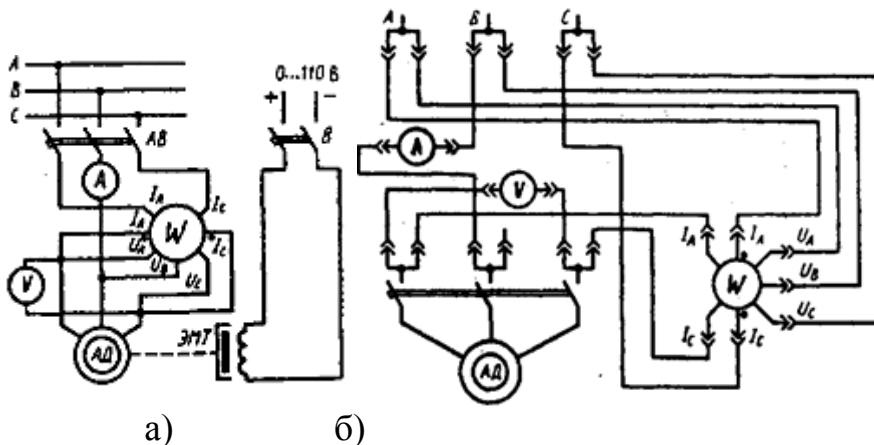

Рисунок 2 – Электрические схемы
2. Собрать электрическую цепь (рисунок 2 а) для снятия рабочих и механической характеристик исследуемого электродвигателя. Сборку этой цепи проводят соединителями в соответствии с монтажной схемой рисунок 2 б). Измерение линейного напряжения питания, линейного тока ( $U_1, I_1$ ) и потребляемой активной мощности ( $P_1$ ) электродвигателя проводить измерительными приборами: вольтметром с пределом измерения 250 В, амперметром с пределом измерения 7,5 А и трехфазным ваттметром.